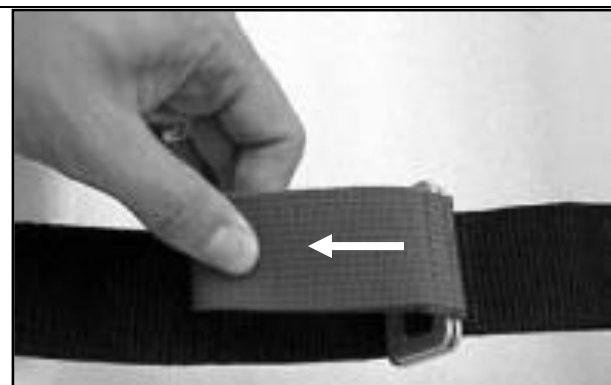

Abbildung 10 - Lösen des Gurts
1. Ziehen Sie die rote Lasche gegen die Schnalle (Abbildung 10). Ziehen Sie weiter, bis der Gurt wie gewünscht locker ist.